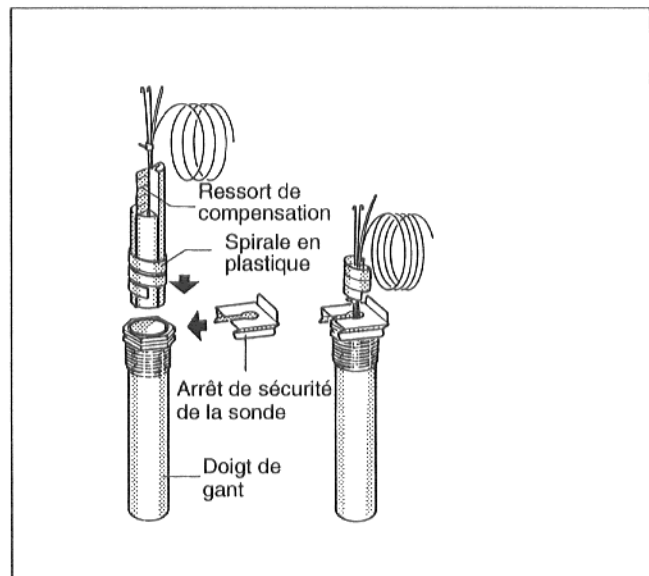

Fig. 24
- Lors de l'introduction, la spirale en plastique (qui sert à maintenir la sonde) se rétracte automatiquement (Fig. 24).
- Pour assurer le contact entre le doigt de gant et la surface de la sonde et garantir ainsi une bonne transmission de la température, le ressort de compensation doit être introduit entre les sondes (Fig. 24).
Pousser l'arrêt de sécurité de la sonde sur le côté ou par le haut sur la tête du doigt de gant (Fig. 24).